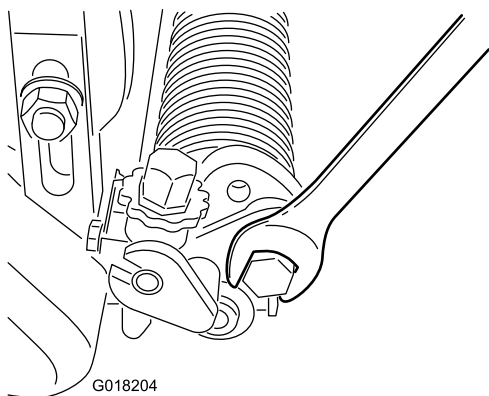

Figura 20
A. Afloje los pernos de los brazos de ajuste derecho e izquierdo (Figura 20).
- C. Apriete los pernos para fijar el ajuste (Figura 20).